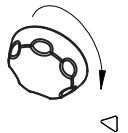

Fig. 8
- Mantenga limpio el tubo de drenaje del compartimento del frigorífico (Fig. 8) para evitar que acumule agua.